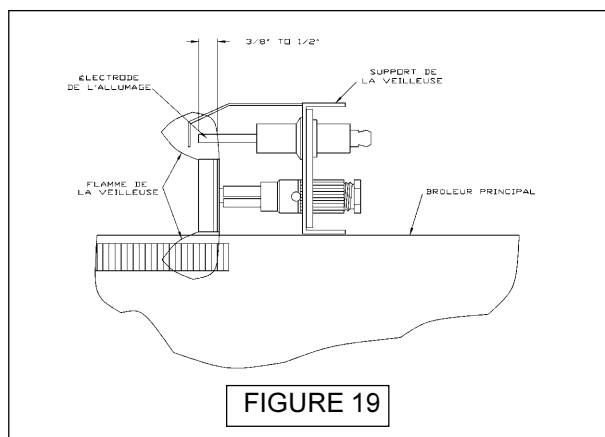

FIGURE 19
C. La flamme de la veilleuse doit envelopper de 3/8 à 1/2 pouce le bout du dispositif de détection de la veilleuse. Voir la figure 19 ci-dessus.